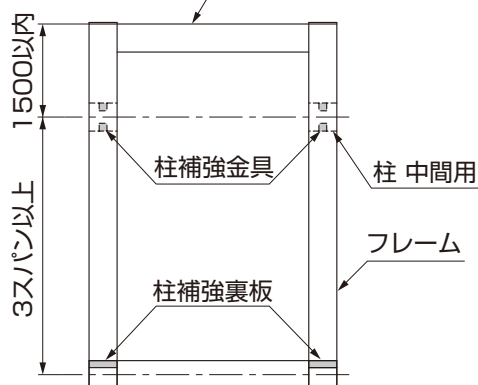

図4-26 柱 中間用を使用した場合の柱補強部品位置
- 柱 中間用の持ち出し施工はフレーム端部から1500以内にしてください。(図4-26参照)